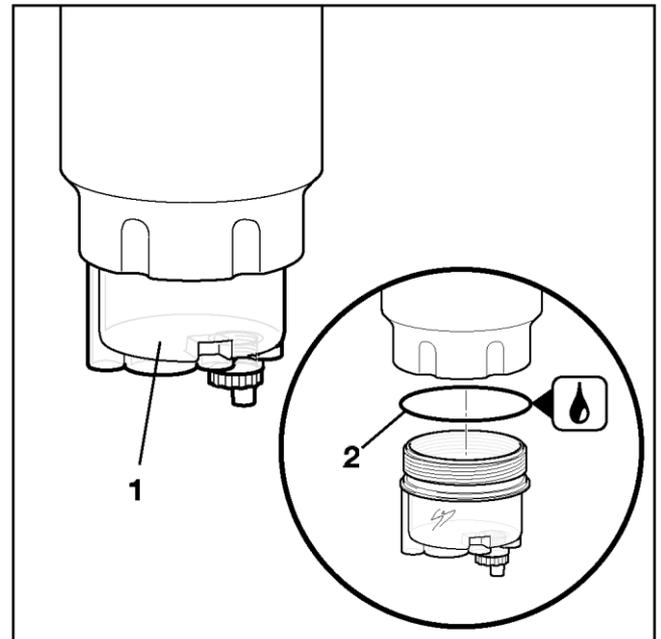

Bild 5 Wassersammelbehälter wechseln
- Behälter (Pos.1, Bild 5) mit Montagewerkzeug aus der Verpackung des neuen Behälters abschrauben.
- Dichtung (Pos.2, Bild 5) am neuen Wassersammelbehälter mit einigen Tropfen Öl leicht einölen.
- Wenn der Wassersammelbehälter wieder verwendet werden soll, abschrauben (siehe auch Kapitel 5.3) und auf Beschädigungen prüfen. Neuen O-Ring (liegt neuem Wechselfilter bei) mit einigen Tropfen Öl leicht einölen (Pos.2, Bild 5).